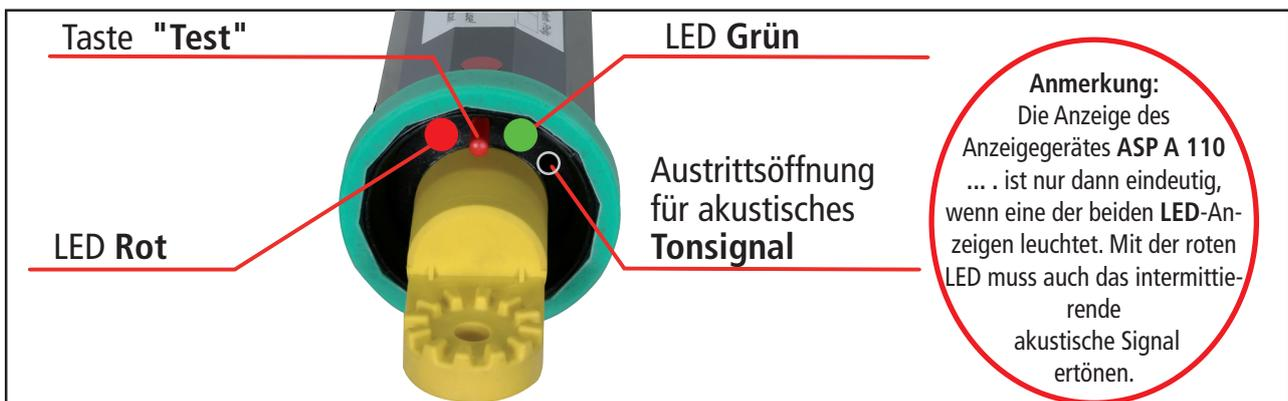

Bild 3.2.10
- Eine erschöpfter Batterie signalisiert das Anzeigergerät durch einen Dauerton und die Daueranzeige der LED Rot und LED Grün (siehe Bild 3.2.10 sowie Tabelle 1).
- Die Eigenprüfung des Anzeigergerätes muss vor und nach den Prüfvorgang auf **“Spannungsfreiheit”** durchgeführt werden. (siehe Bild 3.2.10, Seite 14).